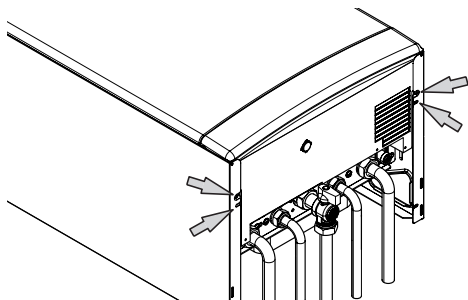

Figura 5.20
- Svitare le quattro viti indicate in Figura 5.20.